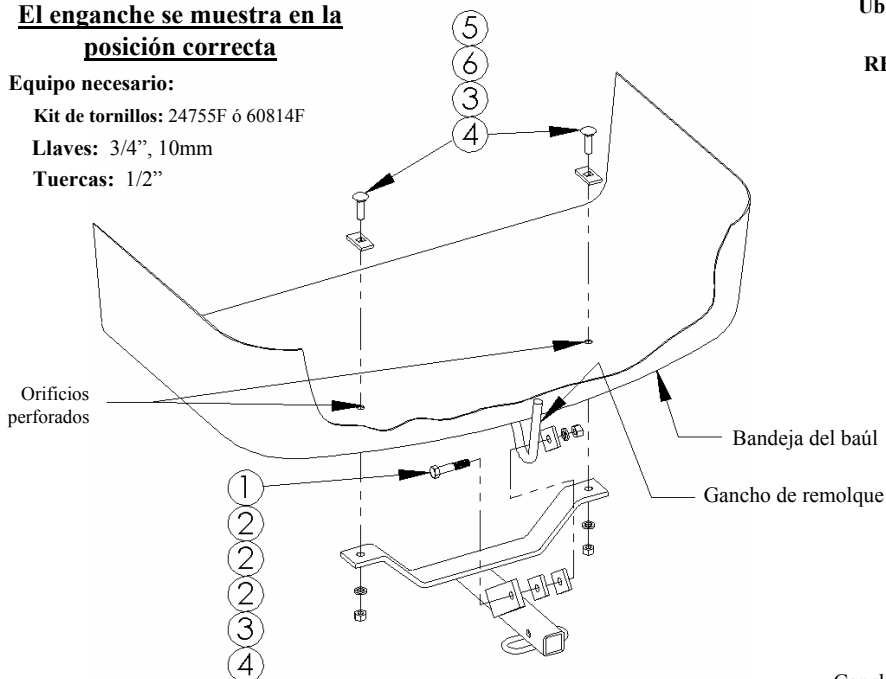

Figura 1
①	Cant. (1)	Perno hexagonal, 1/2"-13 x 2-1/2"	④	Cant. (3)	Tuerca hexagonal, 1/2"
②	Cant.(3)	Espaciador, 1/4" x 1-1/2" x 2"	⑤	Cant. (2)	Perno de carruaje, 1/2"-13 x 1-3/4"
③	Cant.(3)	Arandela de bloqueo, 1/2"	⑥	Cant. (2)	Espaciador, 1/4" x 1" x 2"
3. Una el enganche al gancho de remolque como se muestra en la figura 1. Oriente los espaciadores con respecto al gancho de remolque como se muestra en la figura 2 y figura 3.
5. Instale el enganche a la bandeja del baúl con los pernos de carruaje, espaciadores, arandelas de bloqueo y tuercas como se muestra en la figura 1.